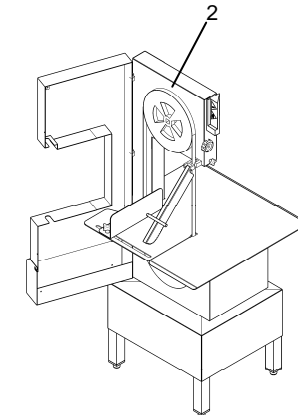

图 7.7.2
- 抓住锯片“2”并将其从滑轮上拆卸下来，如图7.7.2和7.7.3中所示。